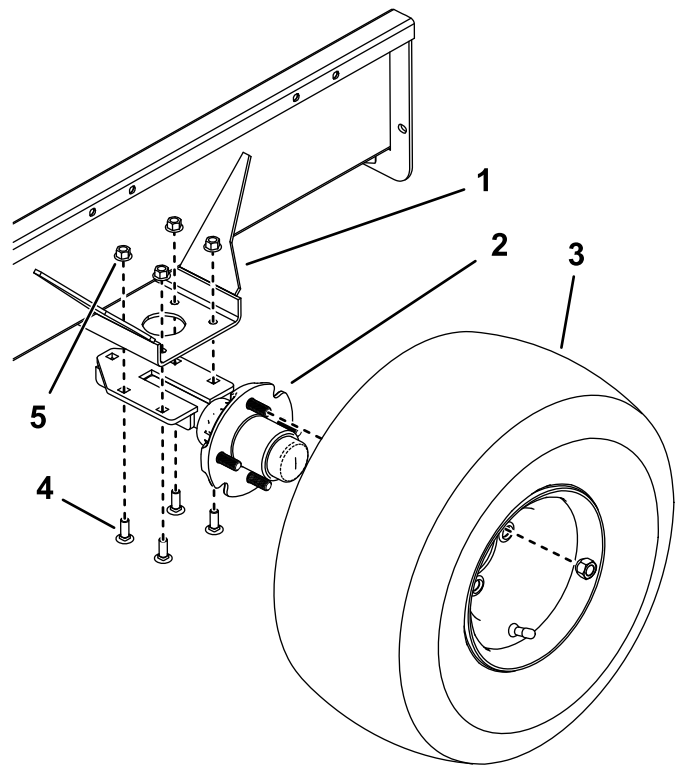

Figura 2
2. Utilizando os 4 parafusos da carroçaria e as 4 porcas de bloqueio, monte um eixo no lado inferior dos suportes de montagem em cada lado da plataforma do reboque. Posicione o eixo, parafusos de carroçaria e porcas como se mostra na Figura 2.
3. Monte um conjunto de roda em cada cubo de eixo com 4 porcas de roda (Figura 2). Aperte as porcas com 108,47 N·m. Encha os pneus com 0,34 bar.